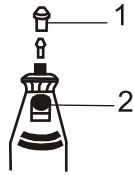

Рис. 1
5.2 Нажмите и удерживайте в нажатом положении кнопку 2 (рис. 1) блокировки вала инструмента. Ослабьте патрон 1.